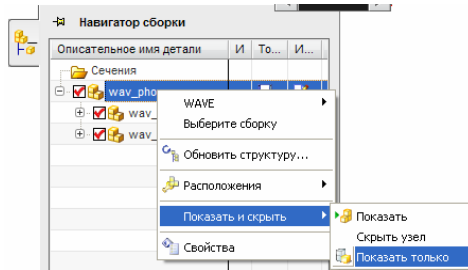

Рисунок 2.5 — Спливаюче меню
- виберіть *****_phone_asm** в навігаторі зборки та активізуйте спливаюче меню правою кнопкою миші; виконайте команду *Показать и скрыть > Показать только* в (рис.2.5);